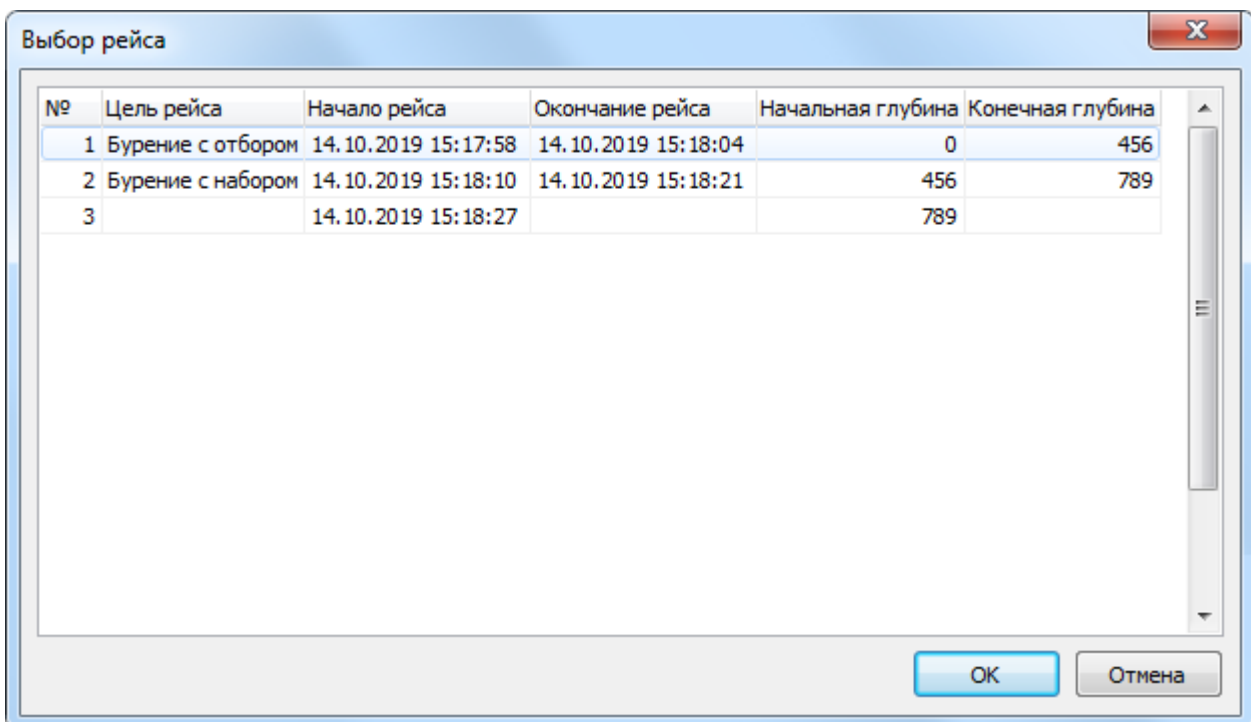

Рисунок 93. Диалог выбора рейса
- Для отображения свойств любого рейса выберите пункт меню **"Файл"** -> **"Свойства заданного рейса"** (нажмите комбинацию клавиш "Shift+Ctrl+R"). После этого в появившемся диалоге (Рис. 93) выберите нужный рейс и нажмите кнопку **OK** или клавишу "Enter".